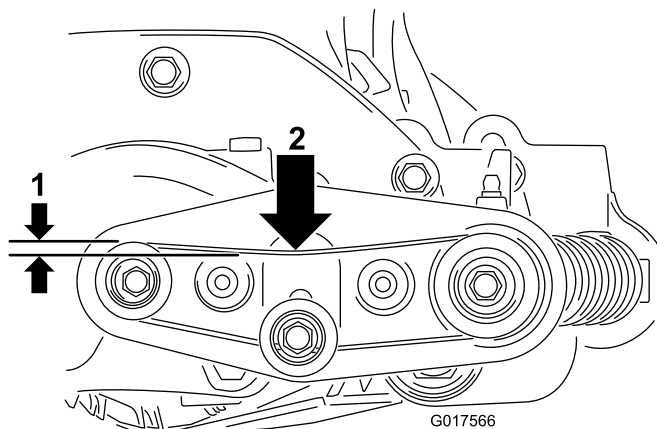

図 20
13. ブラシ駆動ベルトの張りを点検する。ベルトの中央部を 1kg 程度の力で押した時に 6mm 程度のたわみがでるのが適切である 図 20。